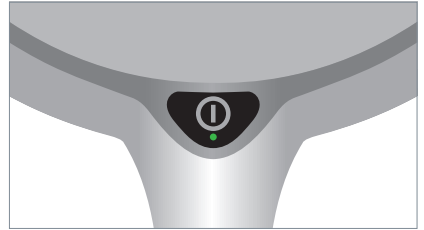

Fig. 7: Taste.
- ▶ Drücken Sie die Taste, siehe Fig. 7.
- ▶ Drücken Sie die Taste und halten Sie diese Taste gedrückt, siehe Fig. 7.
- ▶ Drücken Sie die Taste zweimal schnell hintereinander, siehe Fig. 7.